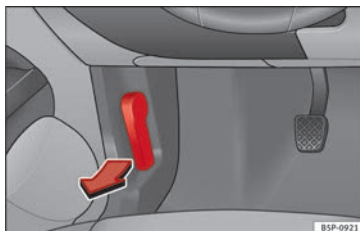

Fig. 144 Detalle de la zona reposapiés del lado del conductor: palanca para el desbloqueo del capó del motor.
- Tire de la palanca que se encuentra bajo el tablero de instrumentos »» **fig. 144** en el sentido que indica la flecha. El capó queda desbloqueado por la acción resorte del muelle »» **Δ**.